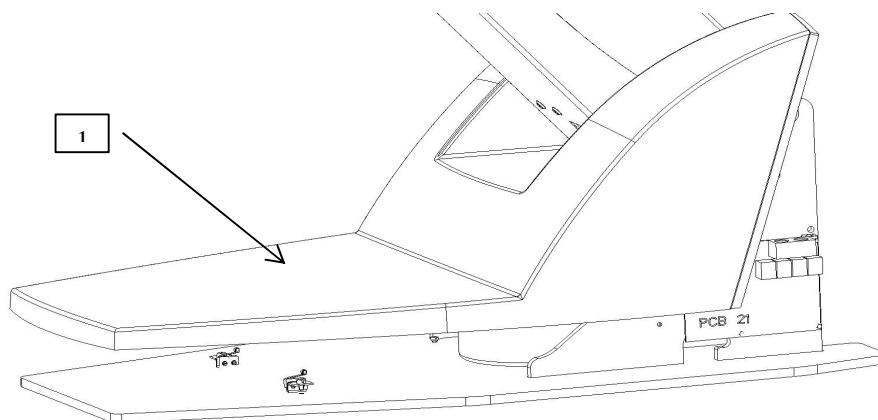

рис.7
Крышка основания (1) см.рис. 7 имеет функцию предохранительного выключателя. Если при движении вверх по направлению вниз будет препятствие (напр.нога обслуживания) на передней крышке основания, движение кресла по направлению вниз остановится и кресло поднимется вверх при бл.на 5 мм. После удаления препятствия кресло способно следующей деятельностью.